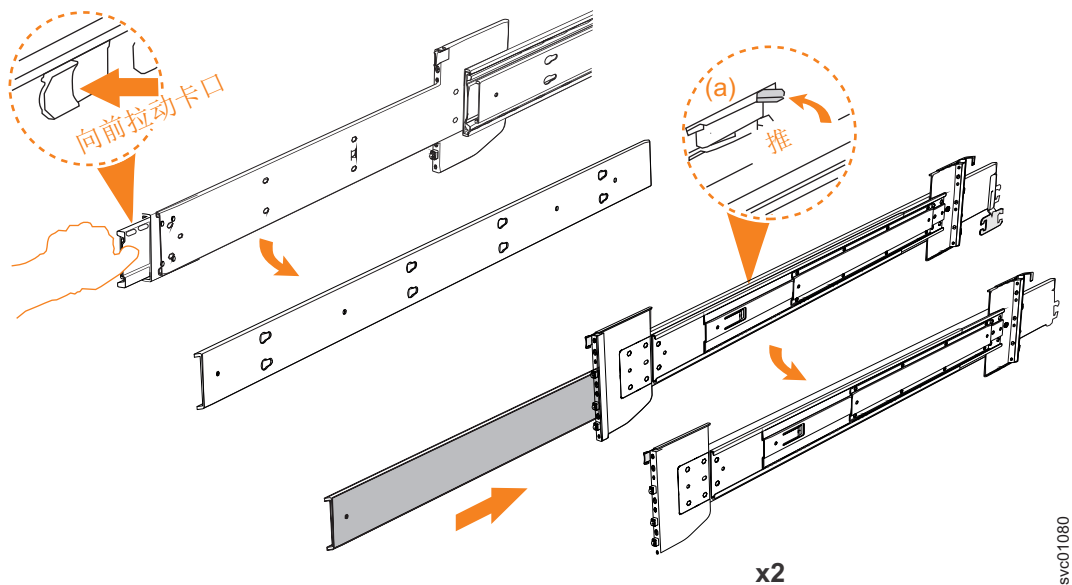

图 55. 拆下内部导轨部件
3. 卸下导轨的内部构件。推动卡口 (**a**)，并向后滑动中间的导轨构件，如第 61 页的图 55 中所示。